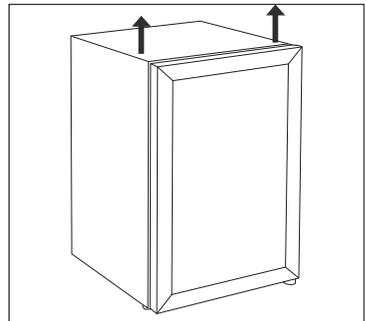

Abb. 9
- ▶ Heben Sie die Kühlraumtür (3) aus der unteren Verankerung (siehe **Abb. 9**). Stellen Sie die Kühlraumtür (3) auf einer weichen Unterlage ab, um ein Verkratzen zu vermeiden und sichern Sie sie gegen Umfallen.